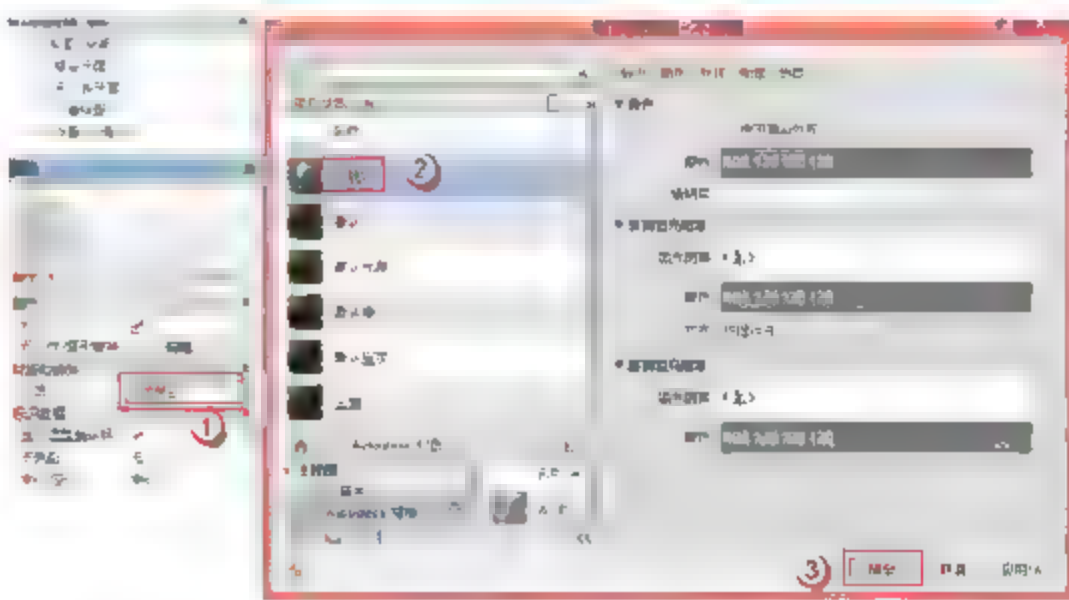

图 8.1.19 添加材质
(3) 添加材质。单击“属性”面板中“材质和装饰”栏后的“<按类别>”按钮，在弹出的对话框中选择“不锈钢”材质并单击“确定”按钮，如图 8.1.19 所示。